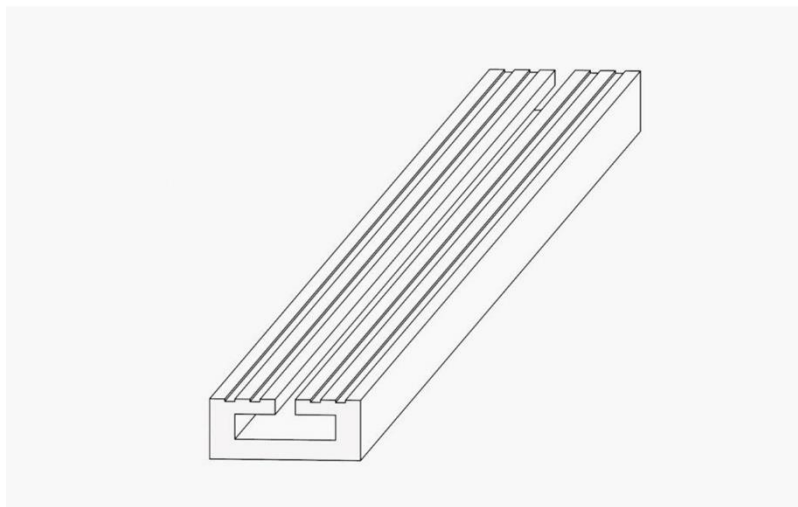

Fig. 2
- fig. 2 przedstawia w widoku perspektywnym listwę sufitową w formie otwartego prostopadłościanu z rowkami na górnej powierzchni;
W odmianie przedstawionej na fig. 2 listwa sufitowa posiada na górnej powierzchni wzdłużne rowki usytuowane równolegle do dłuższej krawędzi prostopadłościennego profilu.